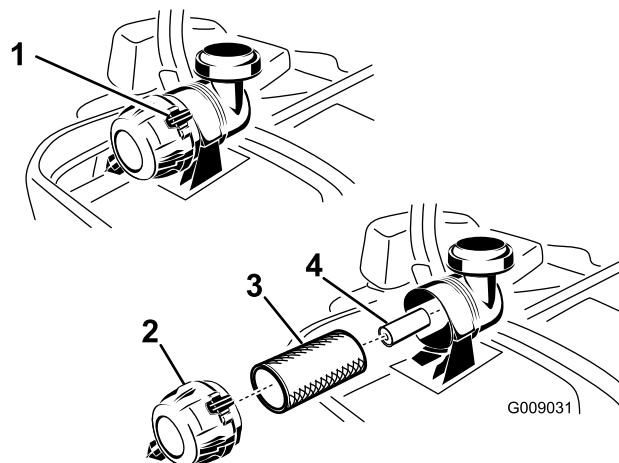

Figura 36
3. Premete verso il basso per rilasciare i dispositivi di fermo sul filtro dell'aria e togliere il coperchio dal corpo del filtro (Figura 36).
5. Estraete con cautela il filtro primario dal corpo del filtro dell'aria (Figura 36). Non urtate il filtro contro il corpo.
1. Non pulite il filtro primario di carta, sostituitelo (Figura 36).
2. Se sostituite il filtro secondario, inseritelo con cautela nel corpo del filtro (Figura 36).
3. Montate con cautela il filtro primario sul filtro secondario (Figura 36). Premete sul bordo esterno del filtro mentre lo inserite, per accertarvi che venga inserito a fondo.
4. Installate il coperchio del filtro dell'aria con il tappo di sfianto verso il basso e ruotate in modo che i dispositivi di fermo blocchino il coperchio nella corretta posizione (Figura 36).